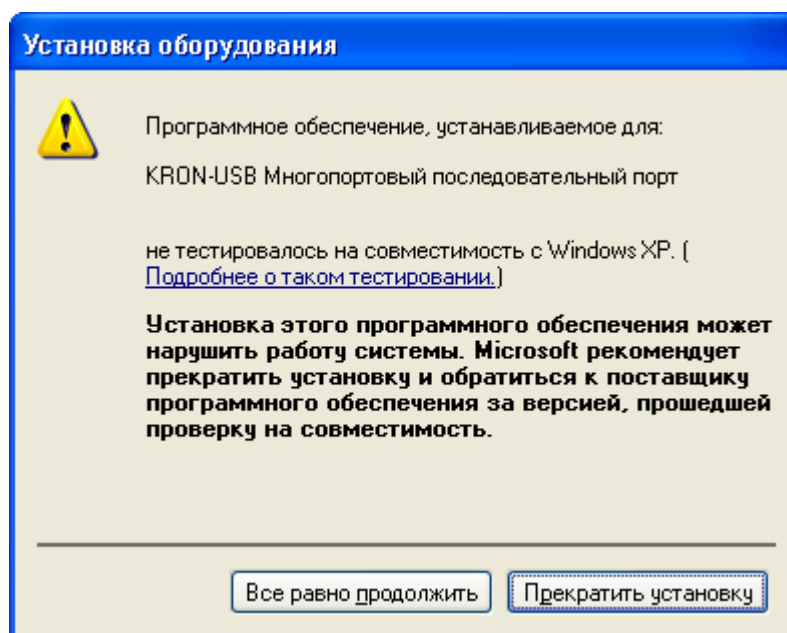

Рис.12.
3.11. Пройгнорируйте сообщение системы безопасности Windows об установке неподписанного драйвера, нажав кнопку "Все равно продолжить", как показано на рис.12.